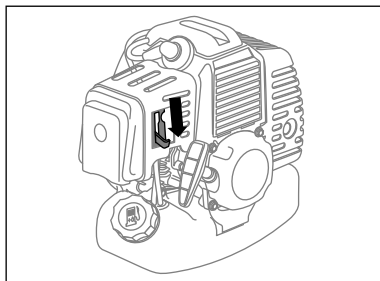

fig. 13
- Apăsați maneta de accelerație de pe maneta de comandă și fixați-o cu un fixator (fig. 13).
- Mișcați maneta robinetului de aer în jos, apoi apăsați maneta de accelerație pentru deblocare (fig. 13).